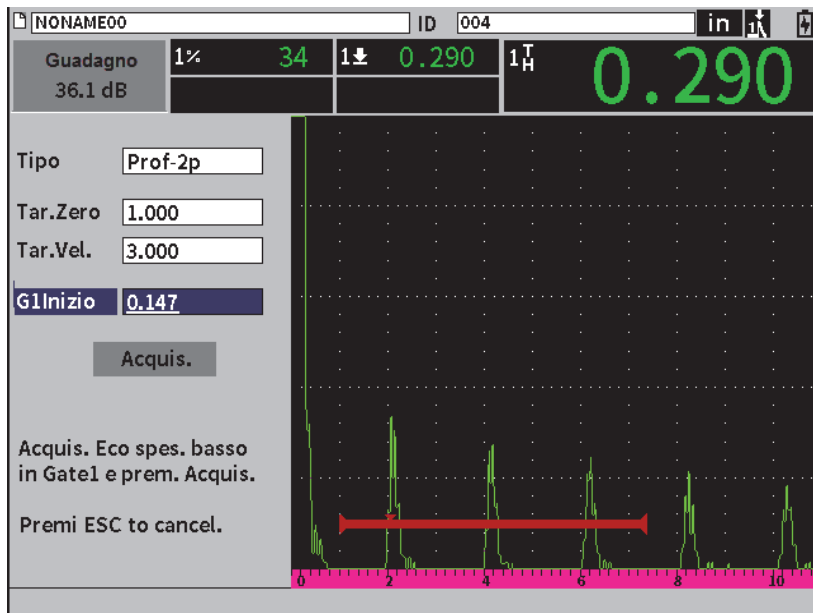

Figura 8-3 Taratura – Configurazione iniziale della finestra di dialogo
3. Nel menu di configurazione, selezionare l'icona **Tarare** () per aprire la finestra di dialogo (vedere Figura 8-3 a pagina 117).